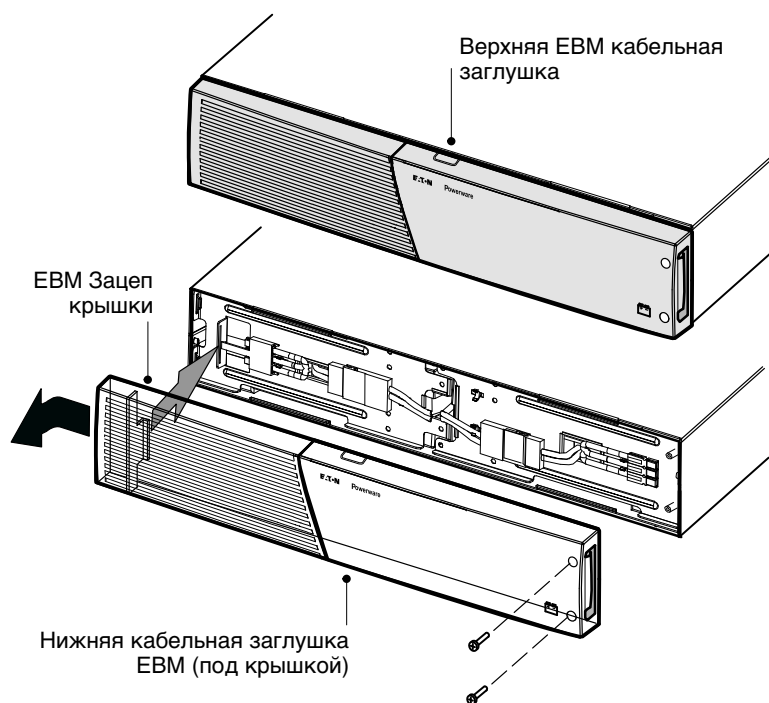

Рисунок 27. Снятие передней ЕВМ крышки
#### 1. Снимите переднюю крышку каждого ЕВМ (см. Рисунок 27).
5. Снимите переднюю крышку каждого нового ЕВМ (см. Рисунок 27).
6. Для нижней части (или только) ЕВМ снимите кабельную заглушку ЕВМ в верхней части крышки. Расположение верхней кабельной заглушки Рисунок 27 см. на ЕВМ.
7. Если вы устанавливаете несколько новых ЕВМ, для каждого дополнительного ЕВМ снимите кабельную заглушку ЕВМ **в** верхней и нижней части передней крышки ЕВМ. Расположение кабельных заглушек Рисунок 27 см. ЕВМ на.
Перед установкой крышки на место убедитесь, что кабели ЕВМ проложены через заглушки в крышке ЕВМ, затем подвиньте крышку слева направо до соединения с зацепом для крышки в левой части шкафа ЕВМ. Вверните на место два винта с правой стороны передней крышки. Для справки см. Рисунок 27 на странице 51.